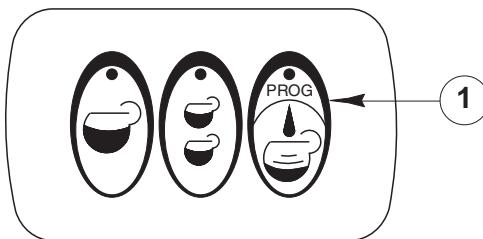

Fig. 2
- 4) Agire sulla tastiera erogazione (fig. 2) caffè premendo uno dei tasti, in funzione della dose desiderata.
La macchina è predisposta per l'erogazione continua: premere il tasto "PROG" (fig. 2; pos. 1) per avviare l'erogazione, premerlo di nuovo per arrestare l'erogazione.
Per la programmazione di ogni singola dose si procede così: tenere premuto per circa 5 secondi il tasto programmazione dose continua “PROG” (fig. 2; pos. 1) fino a quando il led lampeggia.
Premere più volte il tasto "PROG" (fig. 2; pos. 1) per la versione BZ02 DE.